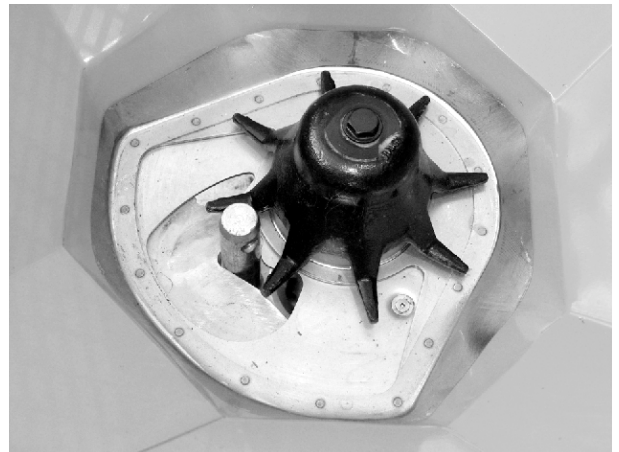

Fig. 59: Trekkstangbolt i doseringsåpning
- ✓ Doseringsskyveren trykkes lett mot bolten. Se *Fig. 59 Trekkstangbolt i doseringsåpning.*